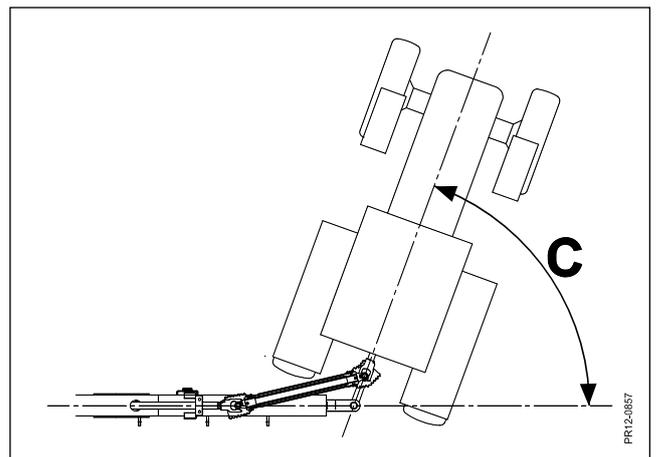

Fig. 2-10
- Fig. 2-10** In einigen Fällen ist es möglich, den Einschlagwinkel "C" zu erhöhen, indem die Gelenkwelle abgekürzt wird. Die Gelenkwelle nur abkürzen, wenn es beim geradeaus Fahren mit der Maschine in Arbeitsstellung über 200 mm Überlappung gibt.